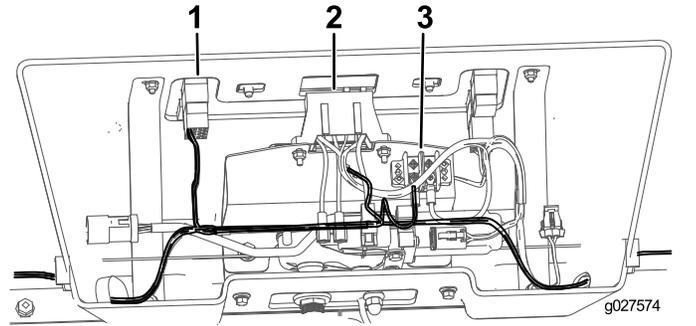

Figure 12
3. Branchez le faisceau à l'interrupteur, au porte-fusibles et à la borne de masse (Figure 12).